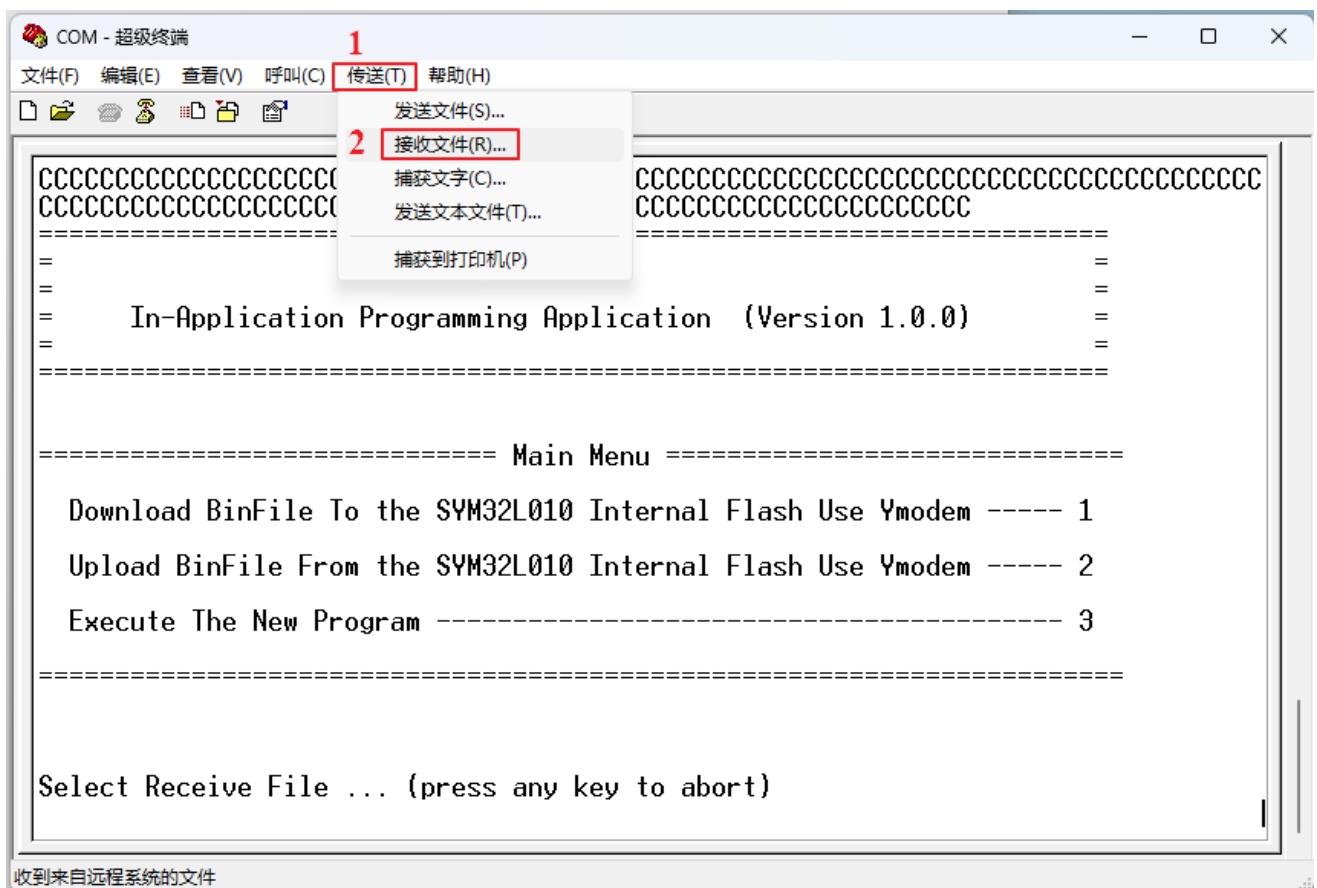

图 6-14 接收文件
Step2. 点击“传送-接收文件”，如图 6-14 所示；